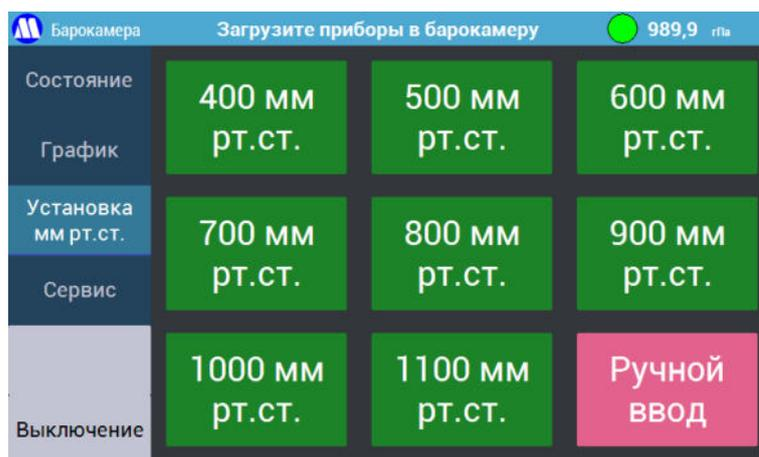

Рисунок 11 – Экран «Установка» в режиме мм рт.ст.
7.3.8. При повторном нажатии на кнопку «Установка» будет показан экран с выбором абсолютного давления в мм рт.ст. (Рисунок 11), который работает аналогично экрану «Установка гПа» (см. предыдущий пункт), но устанавливает давление в мм рт.ст.